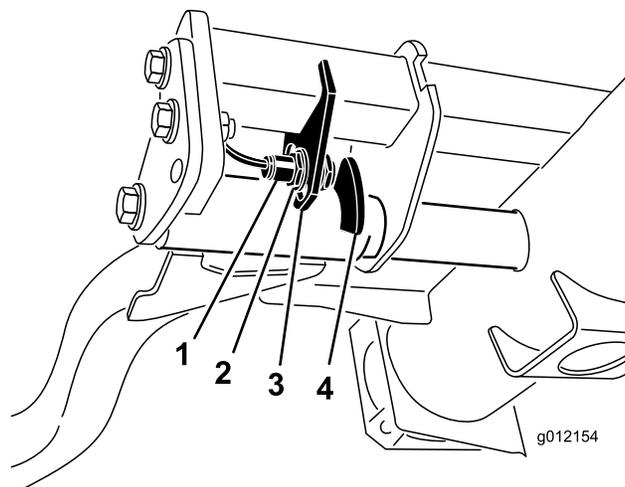

Figura 43
2. El interruptor del brazo de elevación está situado debajo del depósito de aceite hidráulico y detrás del brazo de elevación delantero derecho (Figura 43).
3. Afloje los tornillos de montaje del interruptor (Figura 43) y desplace el interruptor hacia abajo para